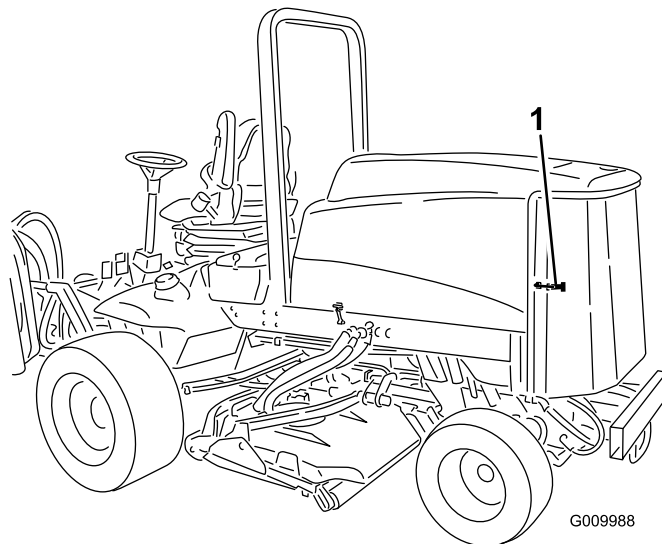

Figura 51
1. Sbloccate la griglia posteriore ed apritela (Figura 51). Ripulite accuratamente la griglia da tutti i detriti.